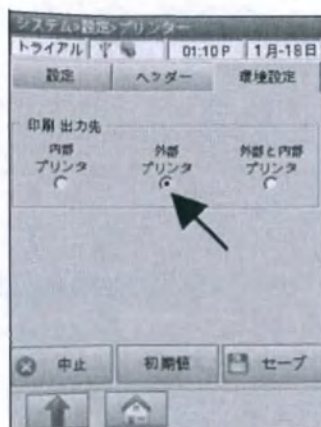

Рис.3-75 Внешний принтер
3. В таблице **<Конфигурация>** (Рис.3-75), выберите **<Внешний принтер>**.